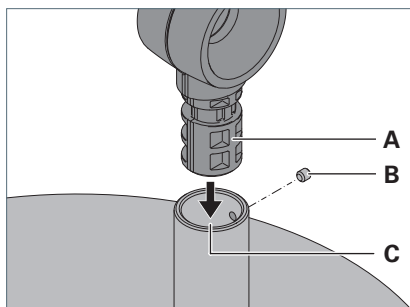

Fig. 2: Monter le luminaire sur le pied.
- Introduisez le tourillon **A** situé sur la tige du luminaire dans l'orifice **C** du pied, voir Fig. 2.